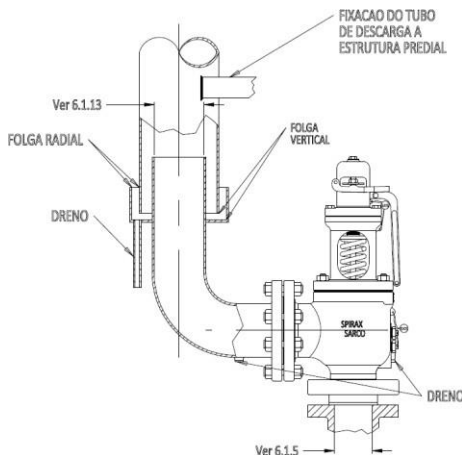

Figura 01
6.1.1 As válvulas devem ser instaladas conforme requisitos da **Figura 01** abaixo: